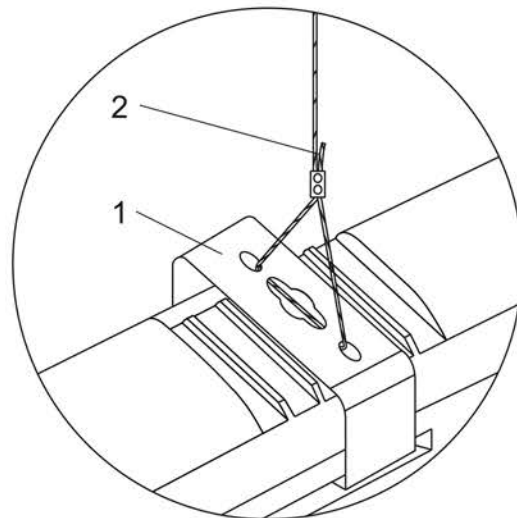

Рисунок 5
3.2.7 Монтаж светильника на подвесах (рисунок 5) производить при помощи скоб монтажных 1, входящих в комплект изделия, и тросов 2 (тросы в комплект не входят).